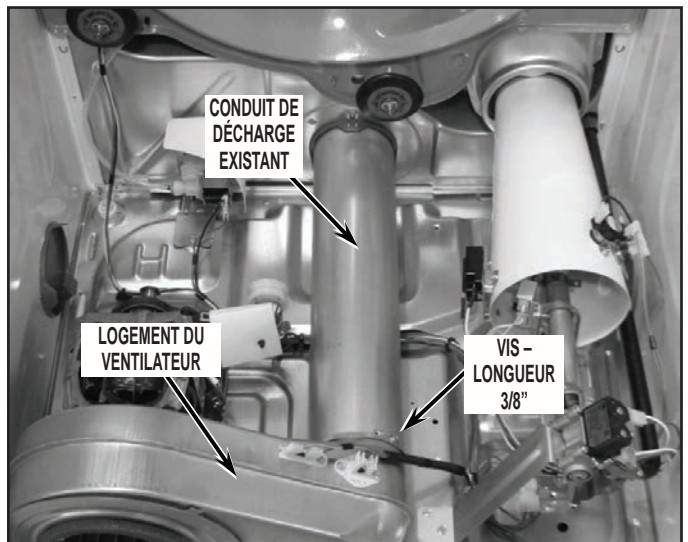

FIGURE 18 (ILLUSTRATION POUR UNE SÈCHEUSE À GAZ)
20. Déposer le conduit de décharge existant – ôter la vis (longueur 3/8") qui fixe le conduit de décharge à la sortie du logement du ventilateur; voir la *Figure 18*.